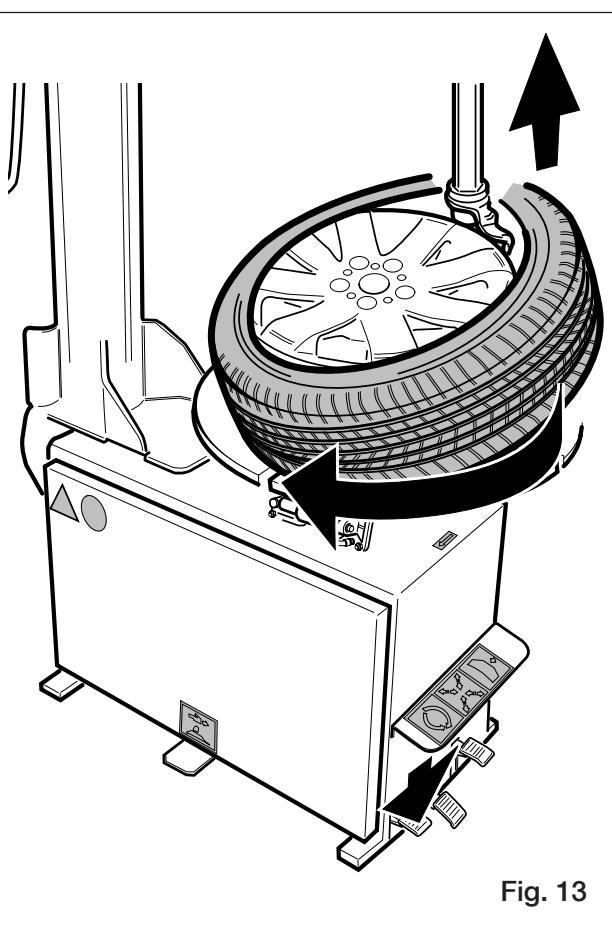

Fig. 13
- Appuyer sur la pédale du plateau (9 - Fig. 12) pour faire tourner le plateau dans le sens des aiguilles d'une montre. Le talon supérieur sera automatiquement guidé vers le haut au-dessus du bord de la jante. Répéter l'opération pour le talon inférieur (Fig. 13). Dégager le bras oscillant et enlever le pneu.